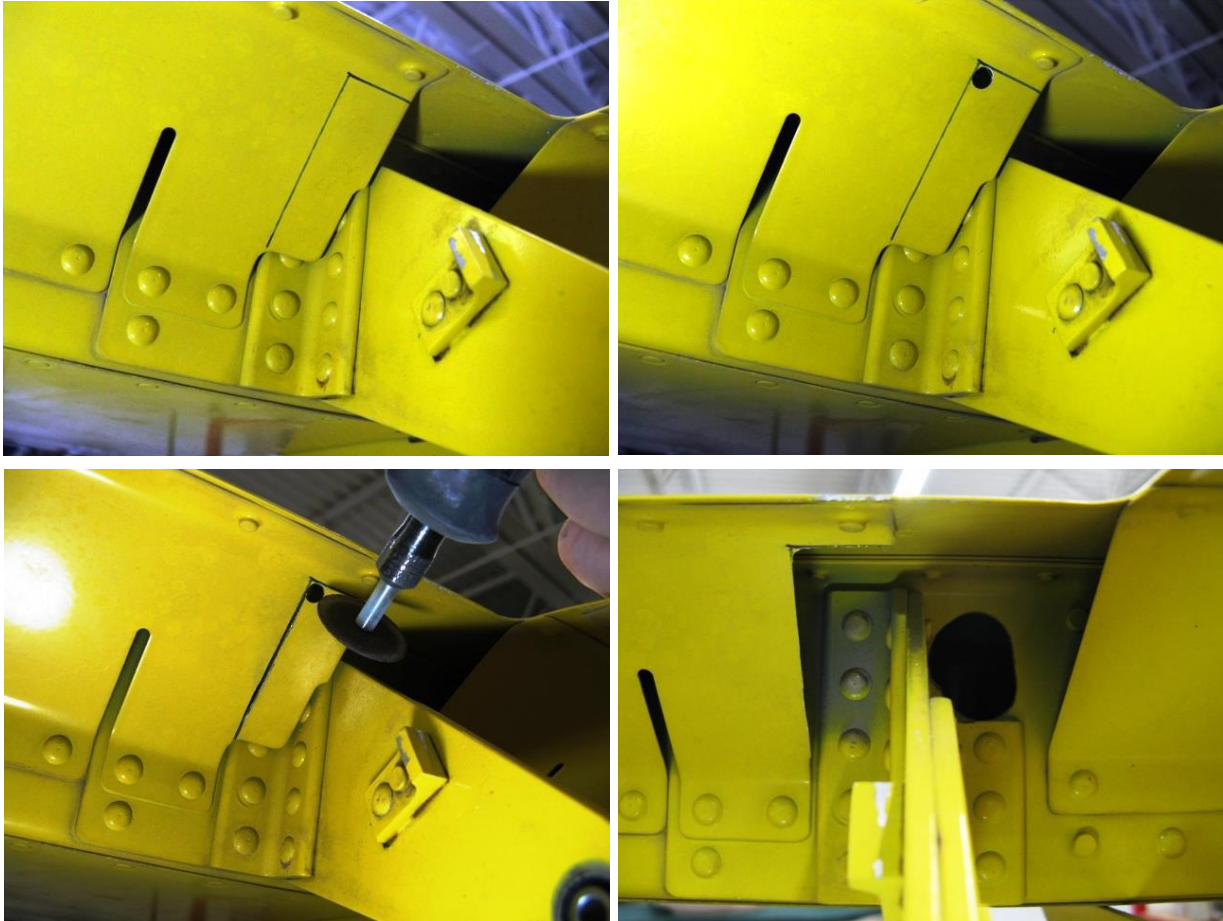

FIGURA 3: AJUSTE DO ESPAÇADOR DA CARENAGEM DO AILERON
Passo 7: Remover um pedaço da chapa de cobertura do gap do aileron, se houver interferência com o acesso aos rebites de fixação do suporte da dobradiça do aileron ao bordo de fuga da asa, como mostrado na Figura 3. Fazer um furo de 3/16” de canto e então usar uma ferramenta de corte para remover uma pequena porção do espaçador da carenagem. (RV-10/10 LSA e 14 somente: Quando atualizar as peças